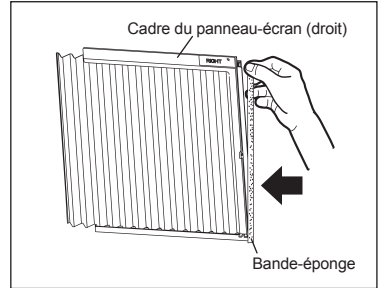

FIGURE 7
- 3** Avant de fixer les panneaux-écrans flexibles à l'unité, placez un morceau de bande-éponge le long du cadre sur le côté droit du panneau marqué « RIGHT », comme indiqué dans la figure 7. Répétez la même manipulation sur le côté gauche du panneau marqué « LEFT ».